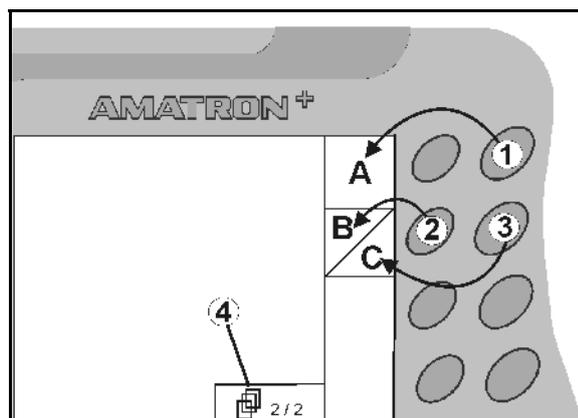

Fig. 7
- Lorsque le champ n'est pas barré, seule la touche droite (Fig. 71) est affectée à celui-ci (Fig. 7/A).
- la touche de gauche (Fig. 7/2) est affectée à la partie du champ située en haut à gauche (Fig. 7/B).
- la touche de droite (Fig. 73) est affectée à la partie du champ située en bas à droite (Fig. 7/C).
<ul style="list-style-type: none"> <li>• passage aux pages de menu suivantes (possible uniquement lorsque le symbole (Fig. 7/4) s'affiche à l'écran)</li> </ul>